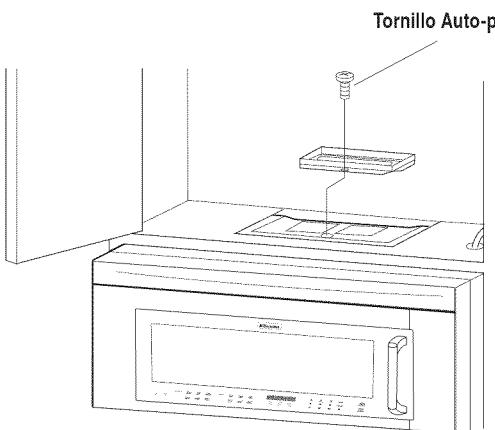

Figura 20
6. Despues de montar el horno, sujeté el Regulador de Succión de Extracción a la cubierta del ventilador ubicada en la parte superior del horno. Para sujetar el Regulador de Succión de Extracción, remítase al capítulo "MONTAJE DEL HORNO EN LA PARED", Vea la Figura 20 de la página 7.